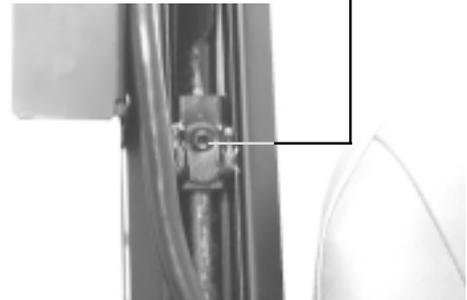

Abb. 8. Bediengerät Einstellen
3. Benutzen Sie einen 3/16" Innensechskantschlüssel, um die Madenschraube zu lösen (siehe Abb. 8).